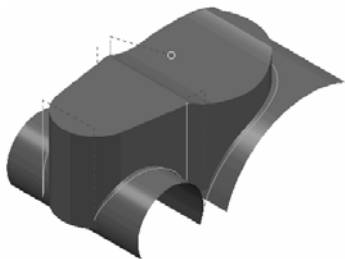

图 2-325 自动
- **【自动】**：使刀具降低位置以接触到零件其他表面来计算刀具路径，如果没有其他表面，在该区域就不会产生刀具路径，如图 2-325 所示。